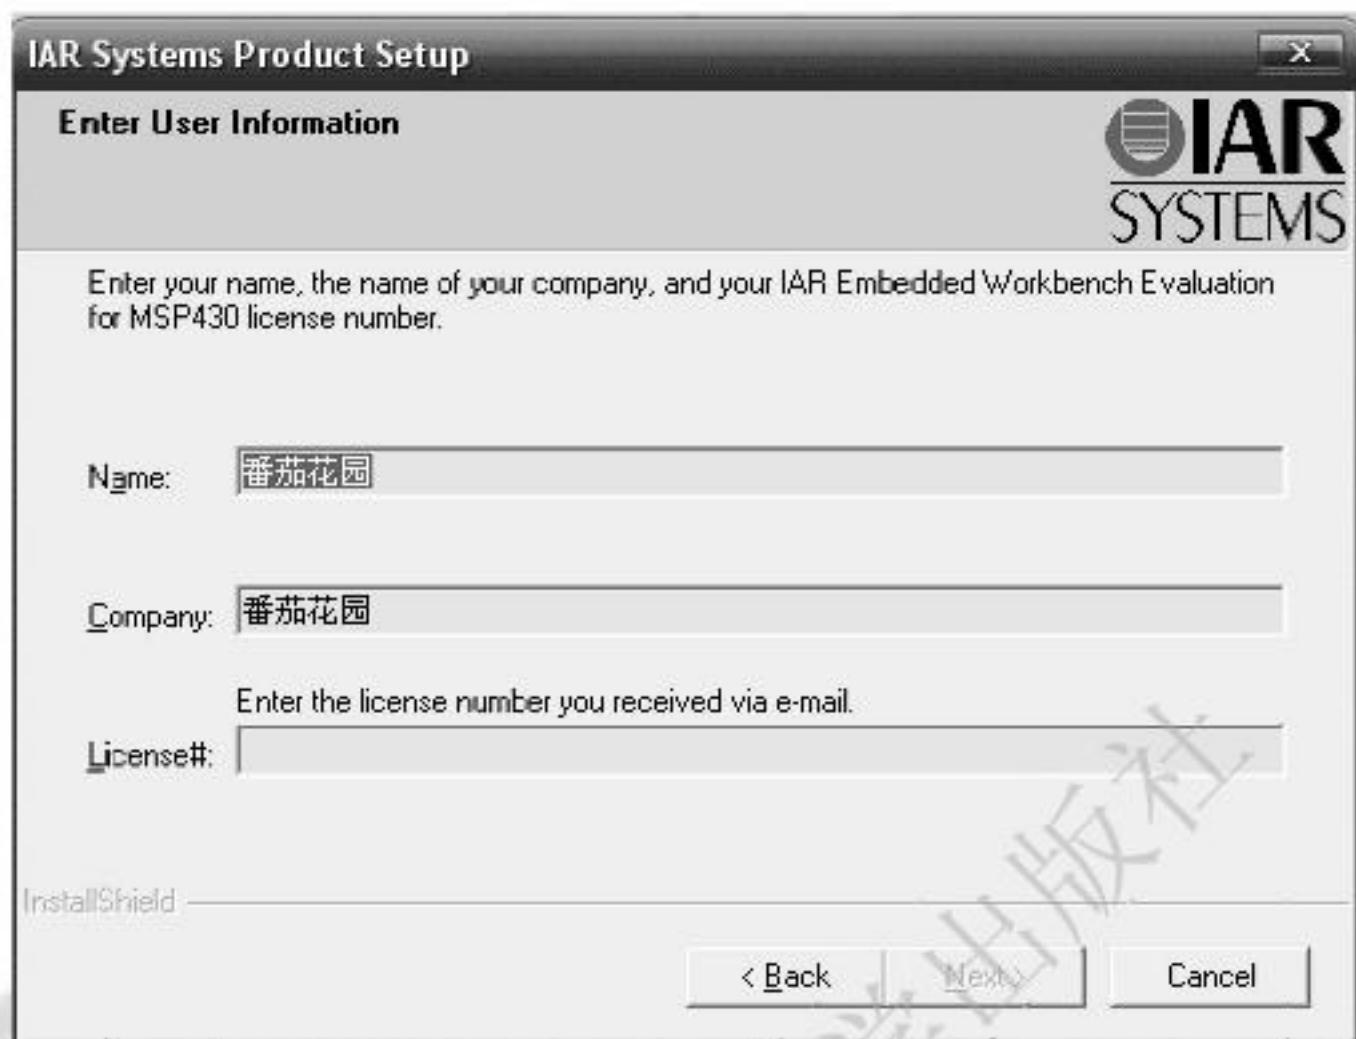

图 4-5 安装对话框 1
3) 双击名为 EW430-ev-web-342A 的图标^②，等待解压缩完毕后出现安装界面，单击 Next 按钮后看到关于 License 的说明，再单击 Accept 按钮就可以看到如图 4-5 所示的对话框。
4) 用户可以随意更改 Name 和 Company 文本框中的内容；然后选择已经打开的注册机，将 License number+key 文本框中的数字复制到图 4-5 的 License 的文本框中，可以看到原来灰色的 Next 按钮变成了黑色，单击 Next 按钮进入下一对话框，如图 4-6 所示。